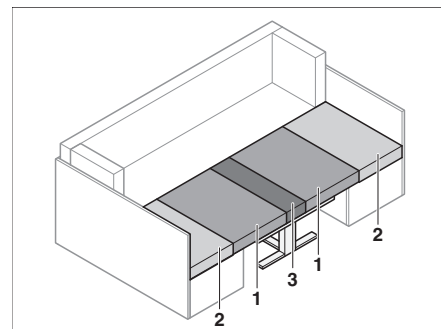

Fig. 74 Dopo la trasformazione
- Togliere i cuscini dello schienale (Fig. 74,2).
- Tirare i cuscini del divano (Fig. 74,1) verso il centro.
- Mettere i cuscini dello schienale (Fig. 74,2) tra i cuscini del divano (Fig. 74,1) e la parete esterna.
- Posizionare il cuscino aggiuntivo (Fig. 74,3) tra i cuscini del divano (Fig. 74,1) sul tavolo.